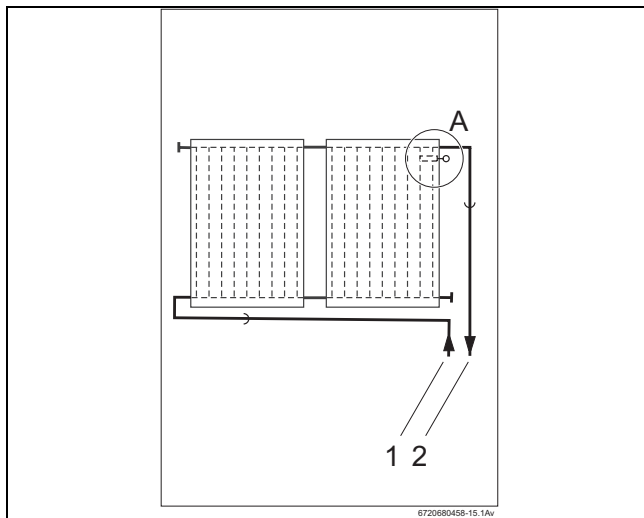

Fig. 45 Poziție de montare a senzorului panoului (reprezentare schematică)
Senzorul panoului se află lângă stația completă, respectiv lângă reglare. Respectați poziția de montare în cazul sistemelor cu un rând, respectiv două rânduri de panouri (Fig. 45, [1]).
Senzorul panoului trebuie montat în panoul cu țeava pentru tur racordată (Fig. 45, [2]).
- Poziție de montare (Fig. 45, [A]) în cazul sistemelor cu o serie de panouri cu țeavă pentru tur amplasată în dreapta.